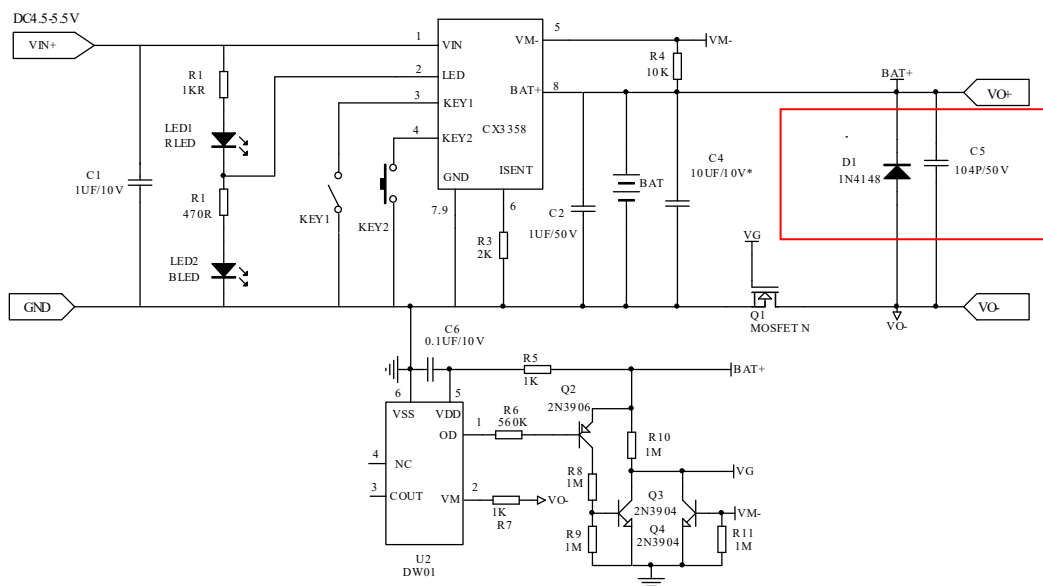

图 2 CX3358 外扩 NMOS 控制线路
6. 图 2 的输出短路保护电流依靠调节 Q1 的阻抗来调节输出短路保护电流，一般用于大电流输出；以上两套外扩线路只适用于充电，开关控制，工作状态指示，边充边放以及输出短路保护；如：理发剪；榨汁杯等。